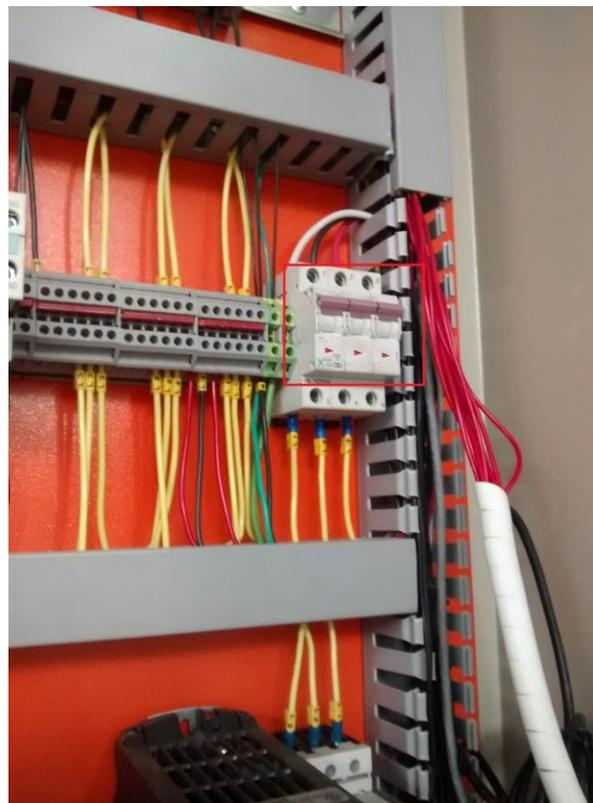

Imagen 4.
3.3 Dentro del PLC, en la parte central derecha del mismo encontrará otro “taco” como el observado en la imagen siguiente. Ubique este en la posición de encendido (hacia arriba). (Ver imagen 4)